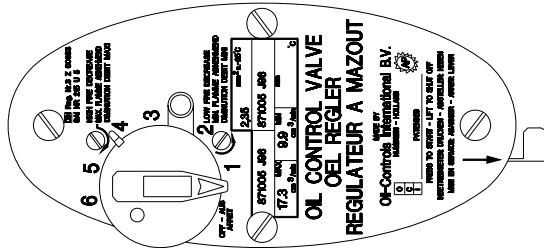

Figure 14B: BOUTON DE RÉGLAGE DU DÉBIT DE LA VANNE À NIVEAU CONSTANT (CARBURATEUR).
- Vérifiez que le bouton de réglage du débit soit fermé et à la position « 0 ». (voir figure 14B).